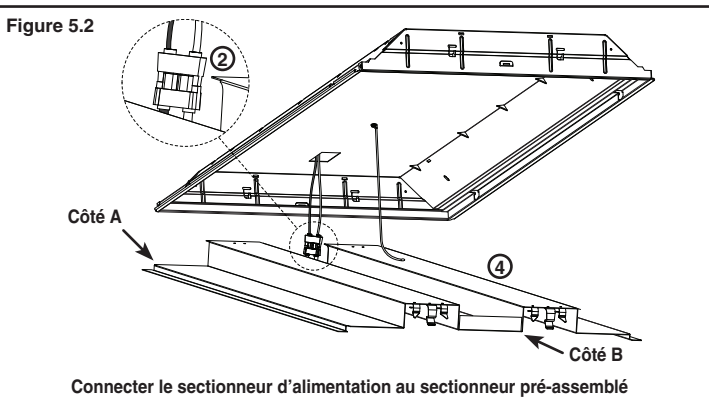

Figure 5.3
9. Installer le panneau de garnissage sur le côté "A" de la garniture entre la garniture et la partition. Incliner le panneau de garnissage en angle et le pivoter en place (**figure 5.3**).